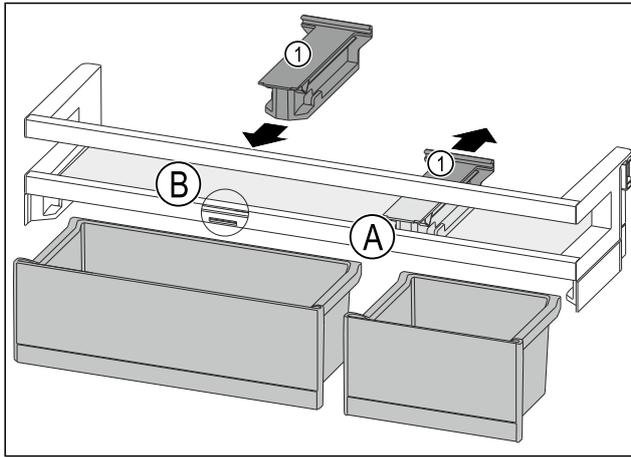

Fig. 116
- ▶ Кріпильний елемент Fig. 116 (1) у положенні Fig. 116 (A) витягніть рухом донизу.
- ▶ Кріпильний елемент Fig. 116 (1) вставте у положення Fig. 116 (B).